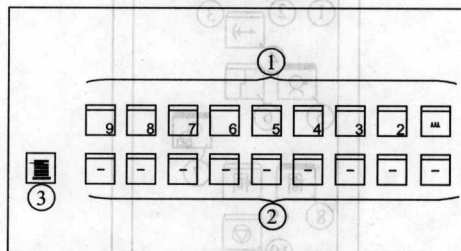

图 1-10 润版液调节面板
润版液调节面板如图 1-10 所示, 各按键的功能与作用如下: ①—增加润版液量按键; ②—减小润版液量按键; ③—抽取样张按键。